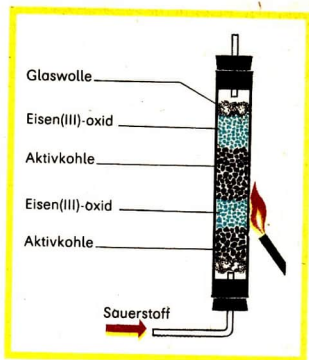

Abb. 95 Geräteanordnung für ein Experiment zum Hochofenprozeß
5. Mit der Geräteanordnung nach Abbildung 95 kann ein Experiment zum Hochofenprozeß durchgeführt werden.